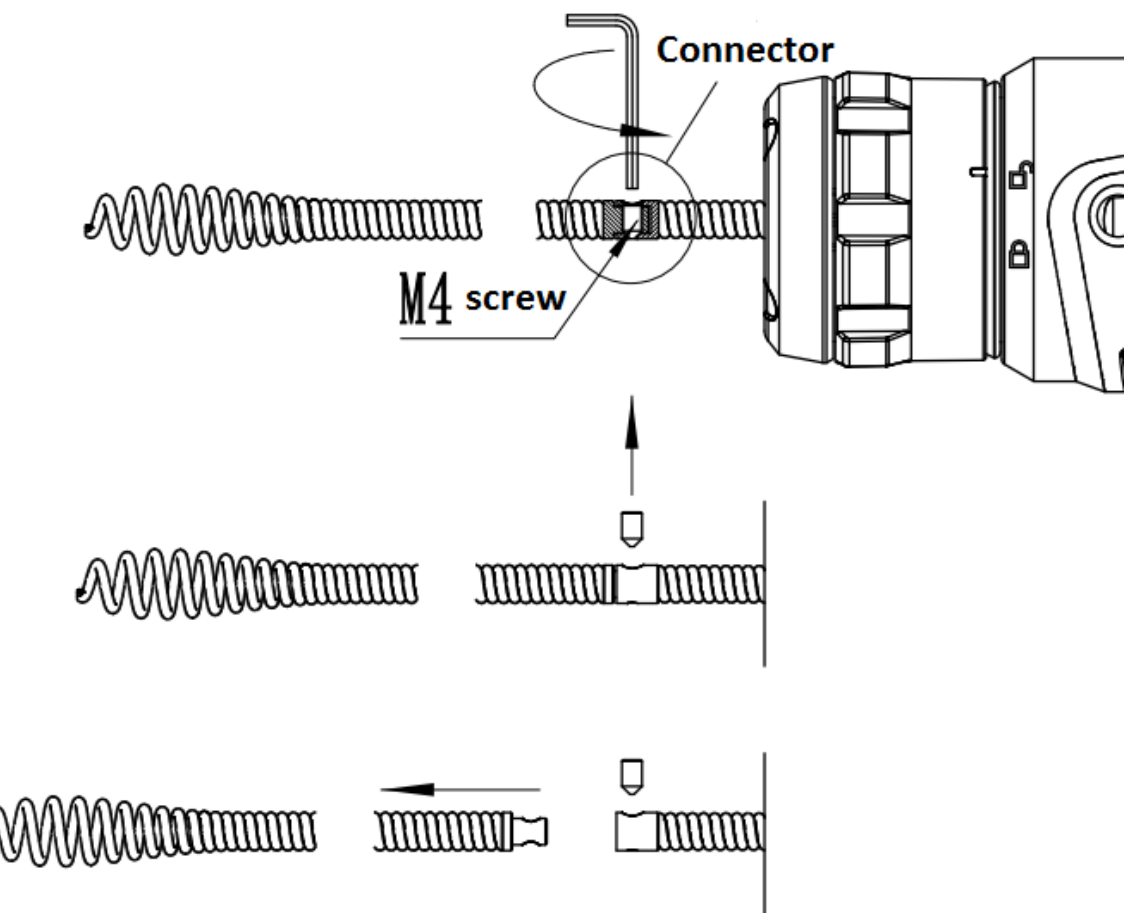

Abbildung 8
3. Lösen Sie die M4 Gewindeschraube mit einem Inbusschlüssel und entfernen Sie die Welle (Abb. 8).